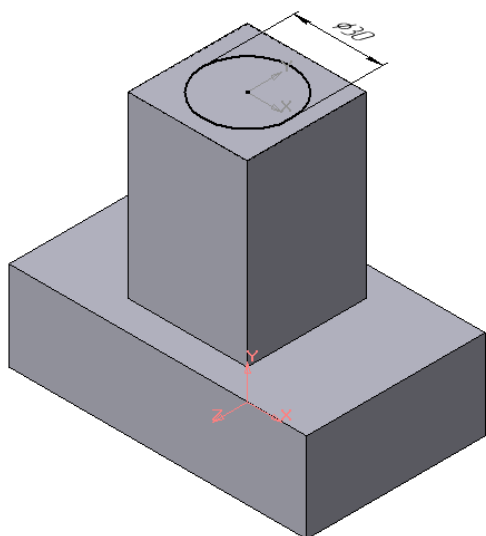
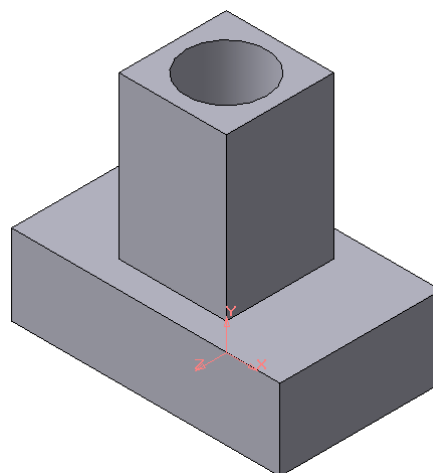

Рис.6 Эскиз отверстия
Рис.7 Операция
3. Для создания цилиндрического отверстия на верхней грани призмы вычертим эскиз отверстия – окружность радиусом 15 мм (рис.6) и вырежем отверстие выдавливанием на глубину 40 мм (рис.7).